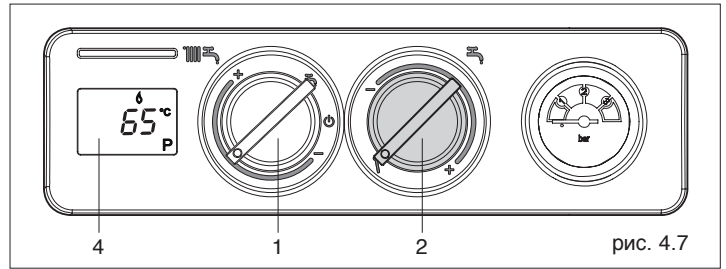

рис. 4.7
- **Режим газоанализа:** при повороте ручки регулирования температуры горячей воды (2, рис. 4.7) на символ γ активируется функция газоанализа, на дисплее (4, рис. 4.7) загорится символ **P**. При повороте переключателя функций (1, рис. 4.7) на максимум (конец шкалы – символ +), горелка перейдёт на максимальную мощность, включится циркуляционный насос системы отопления, а котёл (если он не работал) разожжётся и будет работать 10 минут. При повороте переключателя режимов работы (4, рис. 4.7) на минимум (конец шкалы – символ -), горелка перейдёт на минимальную мощность. По истечении заданного времени система выключится. Для того чтобы возобновить нормальную работу, или прервать данную функцию, снова установите ручку (2, рис. 4.7) на нужное значение температуры.